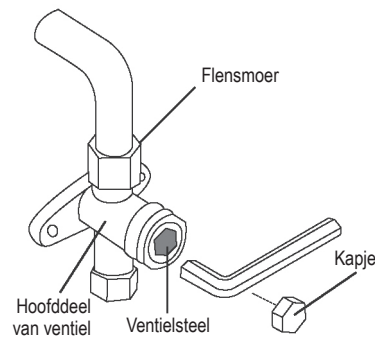

Afb. 8.1
2. Verwijder het elektrische deksel van de buitenunit. Als er geen deksel op de buitenunit zit, verwijdert u de bouten van het onderhoudspaneel en verwijdert u het beschermpaneel. (zie afb. 8.1).